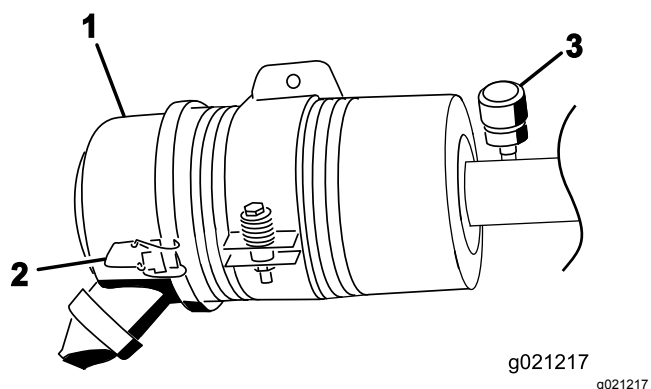

Figura 53
Faça a manutenção ao filtro de ar apenas quando o indicador de manutenção (Figura 53) o exigir. Mudar o filtro de ar antes de ser necessário apenas aumenta a possibilidade de entrar sujidade no motor quando se retira o filtro.
1. Liberte os trincos que fixam a cobertura do filtro de ar ao respetivo corpo (Figura 53).